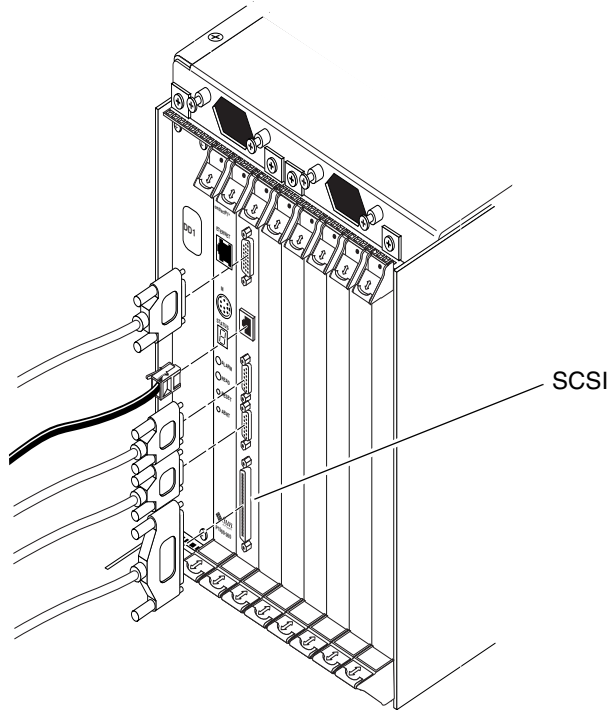

FIGURE 5-42 Emplacement du port SCSI sur la carte de branchement avant du CPU (serveur Netra ct 800)
- Si vous disposez d'un serveur Netra ct 800 à *accès avant*, le port SCSI se trouve sur la carte de branchement avant du CPU, qui jouxte la carte CPU (FIGURE 5-42).
- Si vous connectez un périphérique SCSI externe à la carte de branchement avant du CPU sur un serveur Netra ct 800, connectez le câble SCSI sur le port SCSI de la carte de branchement avant du CPU (FIGURE 5-42).